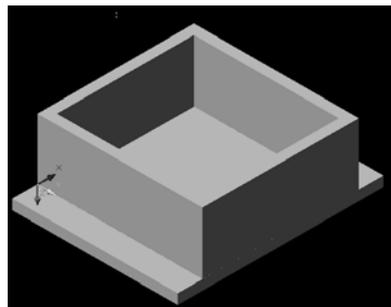

Рисунок 5.9
– построить дно корпуса толщиной 8 мм, которое превышает размеры стенок в двух направлениях на 20 мм, объекты объединить командой **Объединение** (рисунок 5.9);